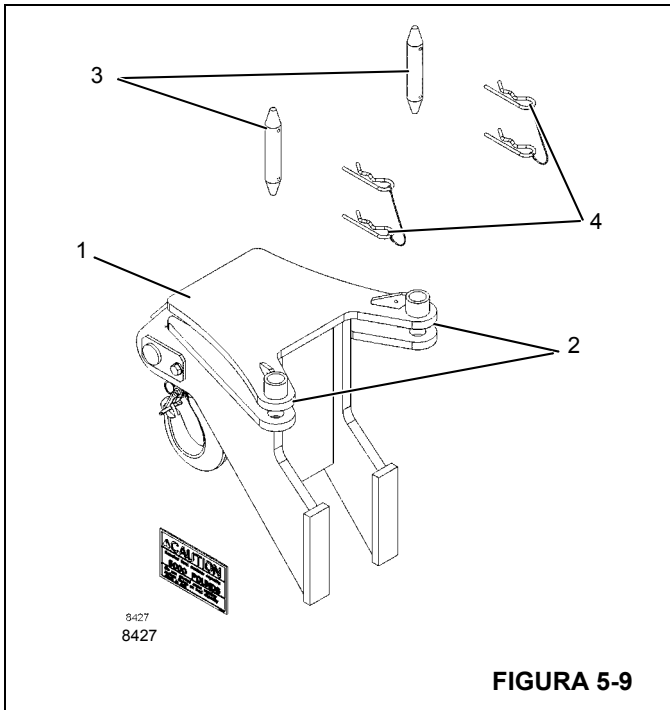

FIGURA 5-9
1. Usando um dispositivo apropriado de elevação levante o gancho buscador (1, Figura 5-9) em frente à extremidade da lança e alinhe as abas de montagem (2) aos olhais na extremidade da lança.
2. Instale os pinos de montagem (3) e prenda com os grampos de retenção (4).